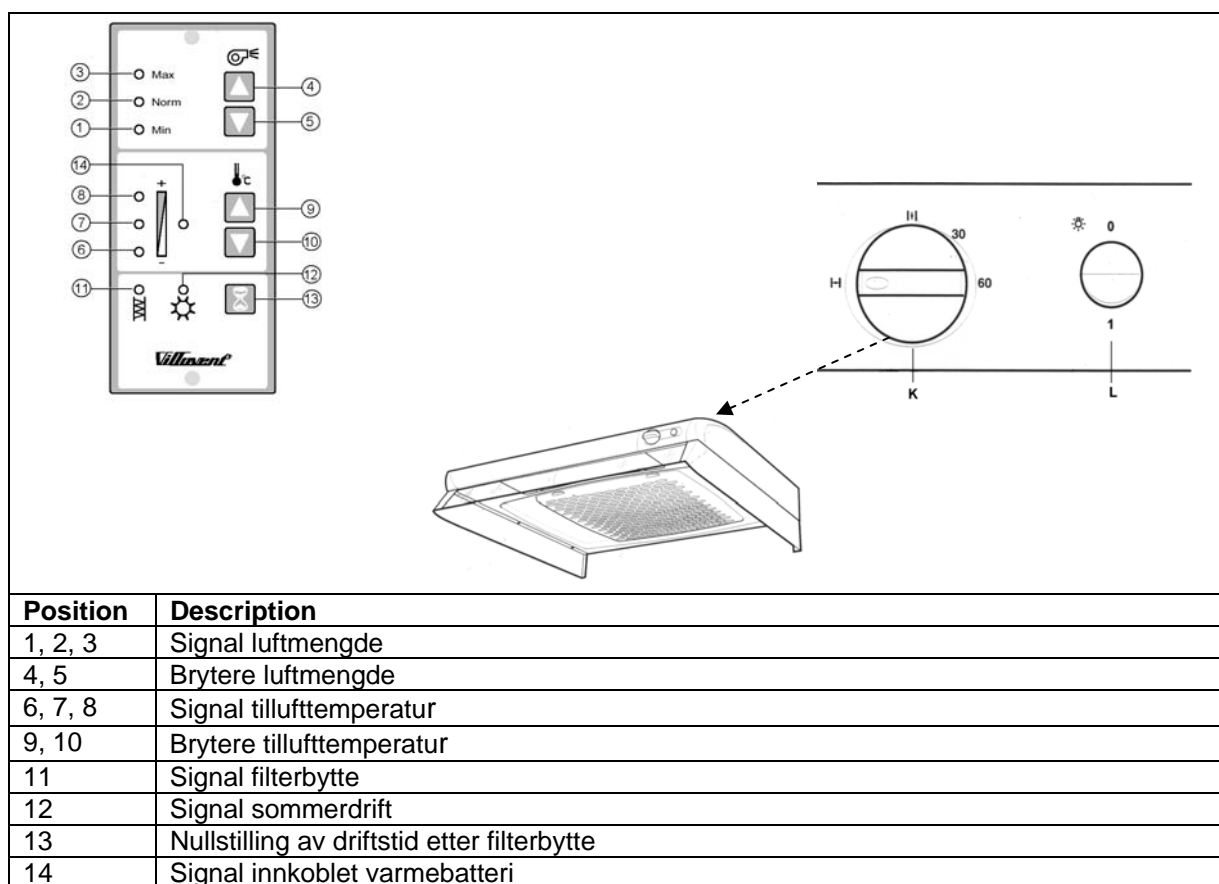

Fig. 12
4. Ønsket driftstid mellom filterbytte velges (**fig. 12**). Fra fabrikk er driftstiden mellom filterbytte satt til 9 mnd. Ved normal kvalitet på uteluften vil 9 mnd. driftstid mellom filterbytte være passende. Dersom uteluften er forurenset av veitrafikk, industri, utslipp fra fyringsanlegg etc. anbefales driftstiden mellom filterbytte satt til 6 mnd. Selv om uteluftkvaliteten er meget god, og tilluftfilteret ikke er tett, anbefales maks. 12 mndr. driftstid mellom filterbytte. (Lukt fra organisk forurensing i filteret vil kunne redusere kvaliteten på inneluften). For å øke eller redusere driftstiden mellom filterbytte trykkes samtidig på bryterne (13) og (9) eller (13) og (10). Valgt innstilling bekreftes ved kortvarig blinkende lys i lampe (14) og lys i:
- lampe (6) ved 6 mnd. driftstid mellom filterbytte
- lampe (7) ved 9 mnd. driftstid mellom filterbytte
- lampe (8) ved 12 mnd. driftstid mellom filterbytte